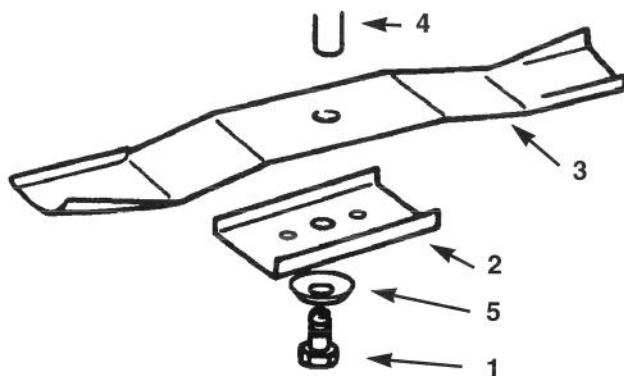

Figure 36
3. Déposer le boulon (à l'aide d'une clé de 5/8"), la rondelle incurvée, la pièce de retenue et la lame (Fig. 36). Une cale en bois peut être insérée entre la tondeuse et la lame pour immobiliser cette dernière lorsque le boulon est déposé.
1. Poser la lame, la pièce de retenue, la rondelle incurvée (côté concave vers la lame) et le boulon (Fig. 36).